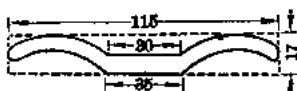

图 3
1. 用一块 $115 \times 10 \times 17$ [毫米]³ 木块按图 3 所示尺寸进行制作。手柄上的弧形曲面,以手捏起来合适为宜,尺寸可自己选定。